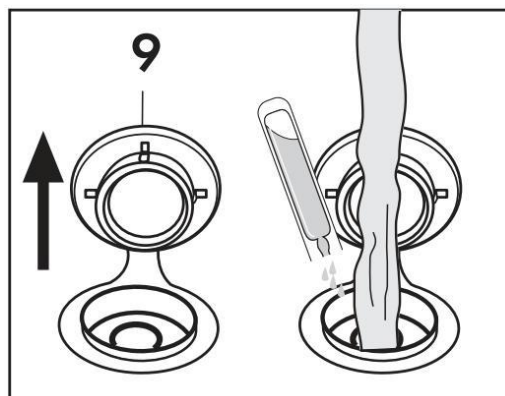

Рис. 14
- Снимите крышку резервуара для воды (9) (**Рис. 14**). Залейте в бойлер 10 мл средства, разведенного в 0,5 л воды, и работайте в обычном режиме.